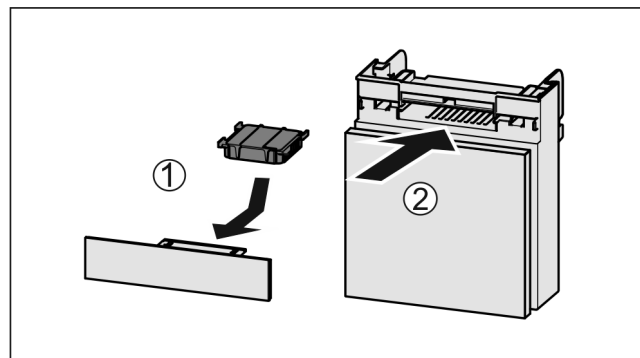

Fig. 62
- ▶ Aktivkohlefilter nach Abbildung einsetzen Fig. 62 (1).
- ▶ Fach einschieben Fig. 62 (2).